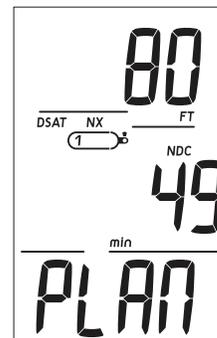

Fig. 9 - SÉQUENCE DE PLANIFICATION PRÉ-PLONGÉE (plongée contrôlée par l'azote)
**Fonction PDPS : paramètres affichés (Fig. 9)**